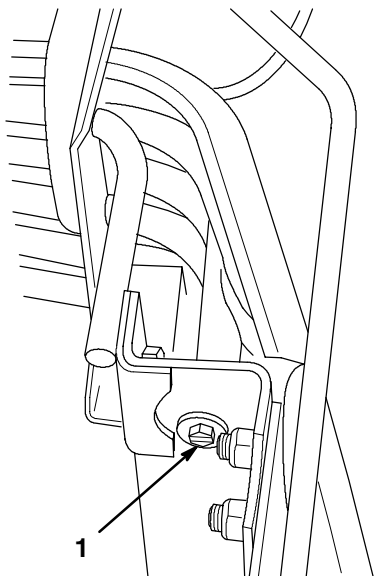

Figure 10
- Déposer la calandre du tracteur: soulever le capot et dévisser les deux vis et rondelles de fixation de la calandre (Fig. 10), puis refermer le capot et tirer la calandre vers soi.
- 12. Remonter la calandre du tracteur et la fixer à l'aide des deux vis et rondelles enlevées précédemment (Fig. 10).